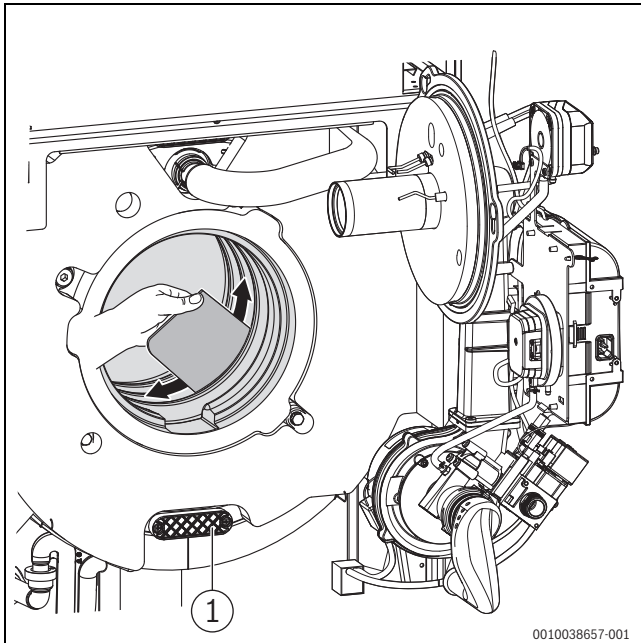
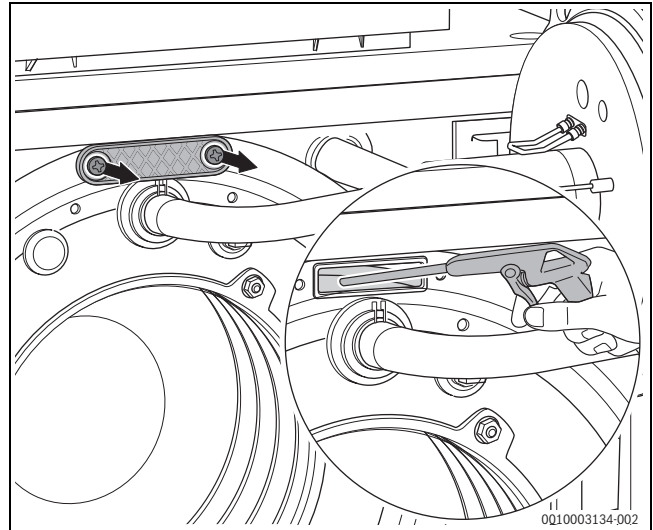

Bild 43 Heizgasspalte mit Reinigungsspachtel reinigen
Bild 44 Wärmetauscher mit Sprühlanze reinigen
- ▶ Reinigungsdeckel (→ Bild 43, Seite 30, [1] und Bild 44) abnehmen.
- ▶ Lose Partikel mit Wasser (z. B. Sprühlanze) aus Feuerraum und Abgasmantel spülen (→ Bild 44).
- ▶ Heizgasspalte mit Reinigungsspachtel reinigen (→ Bild 43, Seite 30).